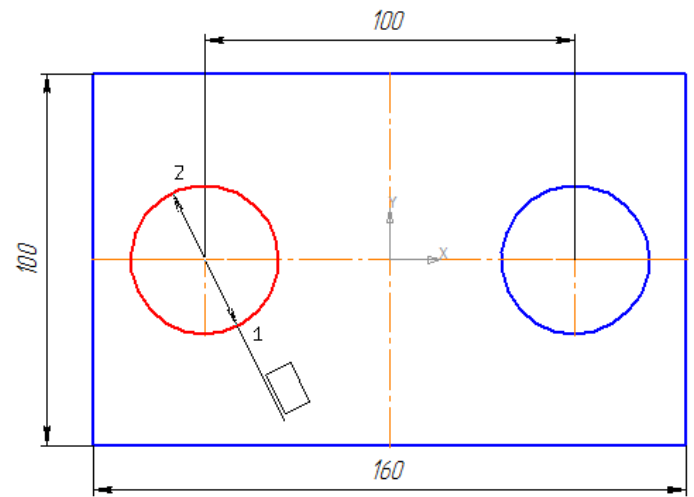

Рис. 15
- выберите команду  – **Диаметральный размер** и укажите курсором мыши базовую окружность или дугу (рис. 15);